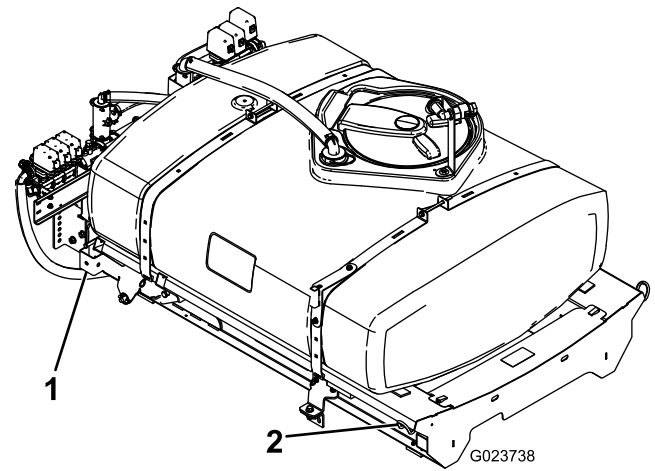

Figura 8
- Usando una grúa, eleve el conjunto del patín del depósito (Figura 8) y colóquelo sobre el bastidor del vehículo con los conjuntos de bomba y válvulas orientados hacia atrás.